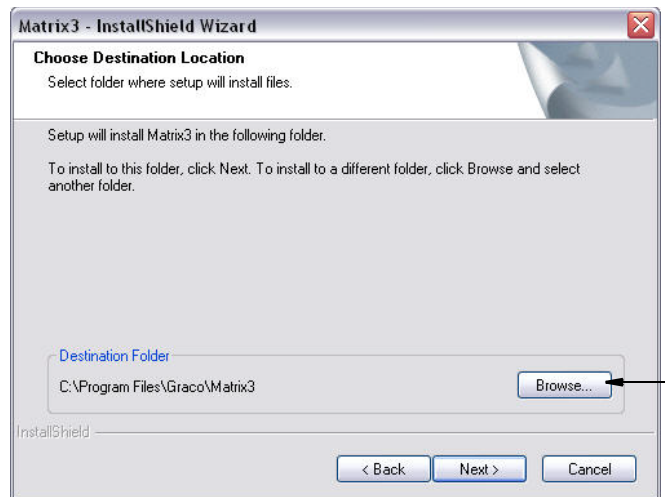

FIG. 6
7. Kies de doellocatie. Standaard is dit C:\Program Files\Graco\Matrix3. Klik op Bladeren, zoals afgebeeld in FIG. 6 om een andere locatie te kiezen.